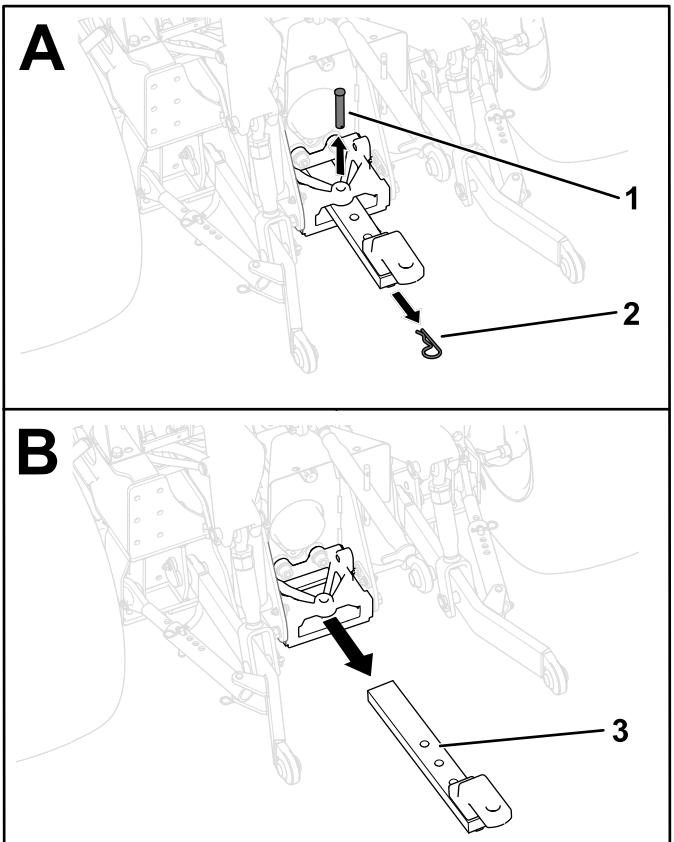

図 20
1. 牽引バーサポートに牽引バーを固定しているヘアピンコッターとクレビスピンを外す 図 20。
2. サポートから牽引バーを外す図 20。